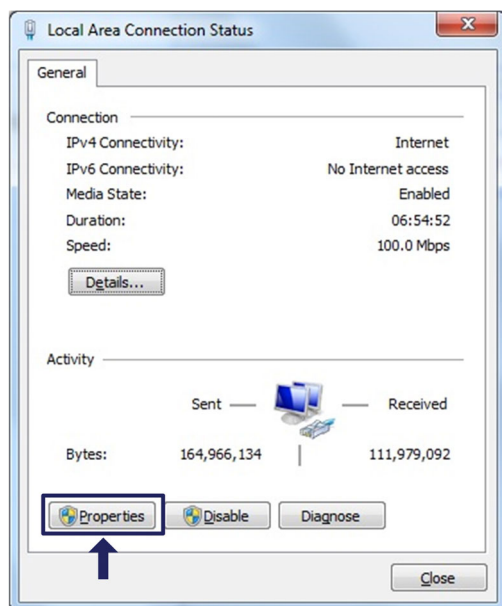

Abb. 3.7 Netzwerkeigenschaften
- ▶ Wählen Sie die LAN-Verbindung. Das in Abb. 3.7 gezeigte Fenster erscheint. Klicken Sie auf **Properties** (Eigenschaften).